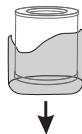

Рис. 3
- Выньте фильтр из упаковки (рис. 3).